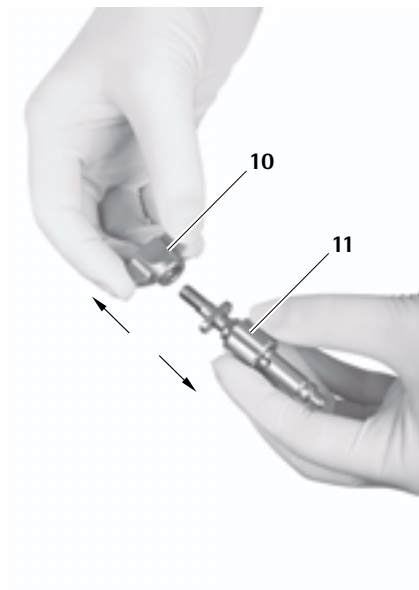

Abb. 17
- Flügelmutter 10 des Haltearmadapters 11 abschrauben, siehe Abb. 17.